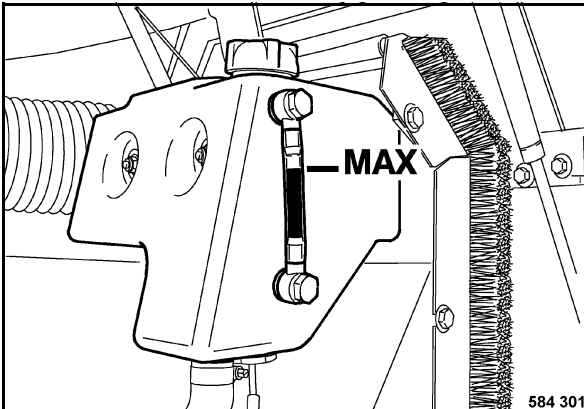

Fig. 178
- Desenroscar la tapa de cierre (Fig. 178) del recipiente de compensación.